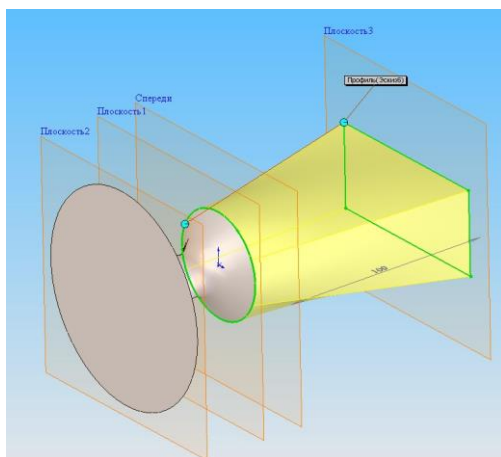

Рисунок 5.8. – Результату побудови моделі
- побудувати модель, рис. 5.8. Зберегти файл.